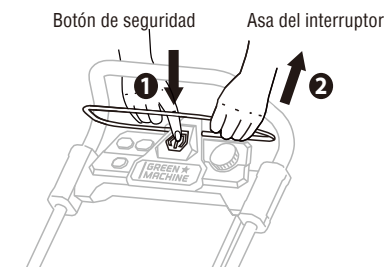

Fig.6A
1. Presione el botón de encendido y tire de la barra de control de seguridad hacia arriba hasta el mango superior y manténgala presionada. (1,2, Fig. 6A)